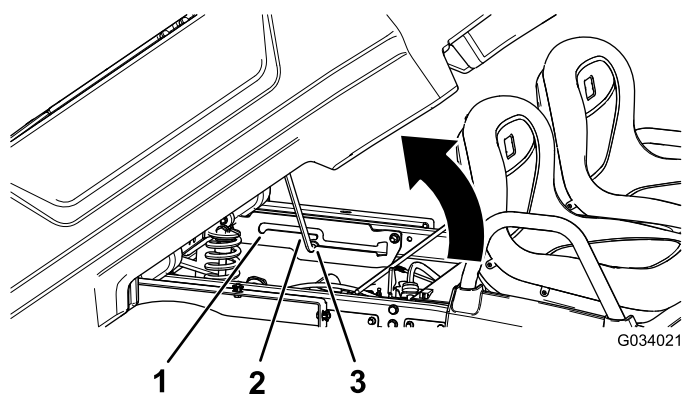

Figura 14
2. Tirate l'asta di supporto nella fessura di arresto della posizione di scarico per ancorare il pianale per lo scarico (Figura 14).
2. Tirate l'asta di supporto nella fessura di arresto della posizione di assistenza per ancorare il pianale per la manutenzione (Figura 14).
2. Estraete l'asta di supporto dalla fessura di arresto (Figura 14).